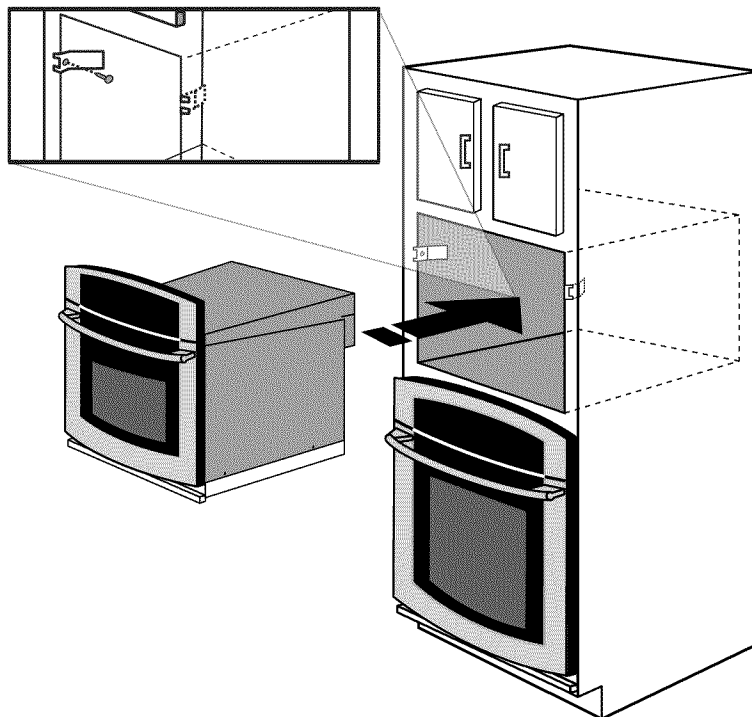

Figura 4
- Coloque el horno al lado de la abertura sobre una mesa o base. Conecte el cable de alimentación en el tomacorriente eléctrico. Gufe con cuidado el horno dentro de la abertura preparada. Evite que el cable quede presionado entre el horno y la pared. Vea la Figura 4. Empuje la unidad dentro y hacia el gabinete. El lado con soporte del horno se enganchará en los soportes antivuelco. Vea la Figura 3.